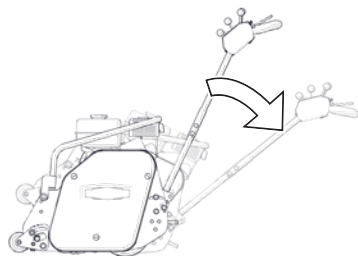

Fig. 8C - Inclinare con cura la macchina all'indietro
manubrio (Fig. 8C).
4. Inclinare con cura la macchina all'indietro, in modo che poggi sul rullo posteriore e sul manubrio (Fig. 8C).